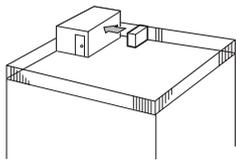

Fig. 2-3
- ① Τοποθετήστε τη μονάδα ώστε το στόμιο εξαγωγής του αέρα να είναι στραμμένο προς τον πλησιέστερο διαθέσιμο τοίχο και να απέχει περίπου 100 εκατοστά. (Fig. 2-3)